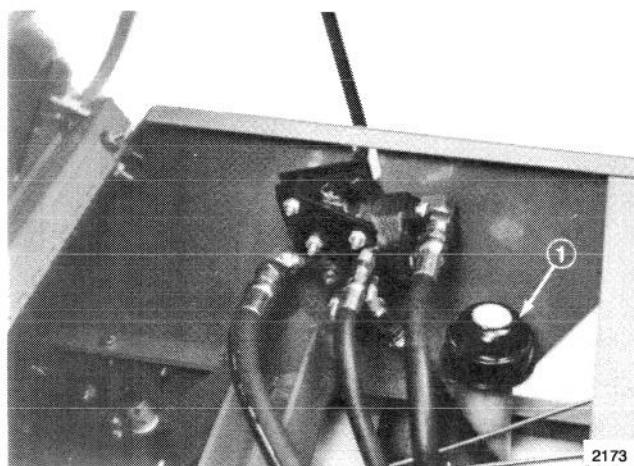

Figure 31
2. Retirer le bouchon de jauge du goulot de remplissage (Fig. 31) et essuyer la jauge avec un chiffon propre. Insérer la jauge dans le goulot de remplissage puis la retirer pour contrôler le niveau de l'huile.
4. Remonter le bouchon de jauge sur le goulot de remplissage (Fig. 31).